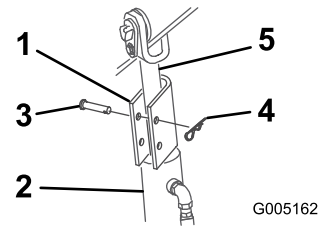

Figura 20
4. Coloque un bloqueo de cilindro sobre la barra de cada cilindro de elevación (Figura 20).
5. Fije el bloqueo de cilindro de cada brazo de carga con un pasador y una chaveta (Figura 20).